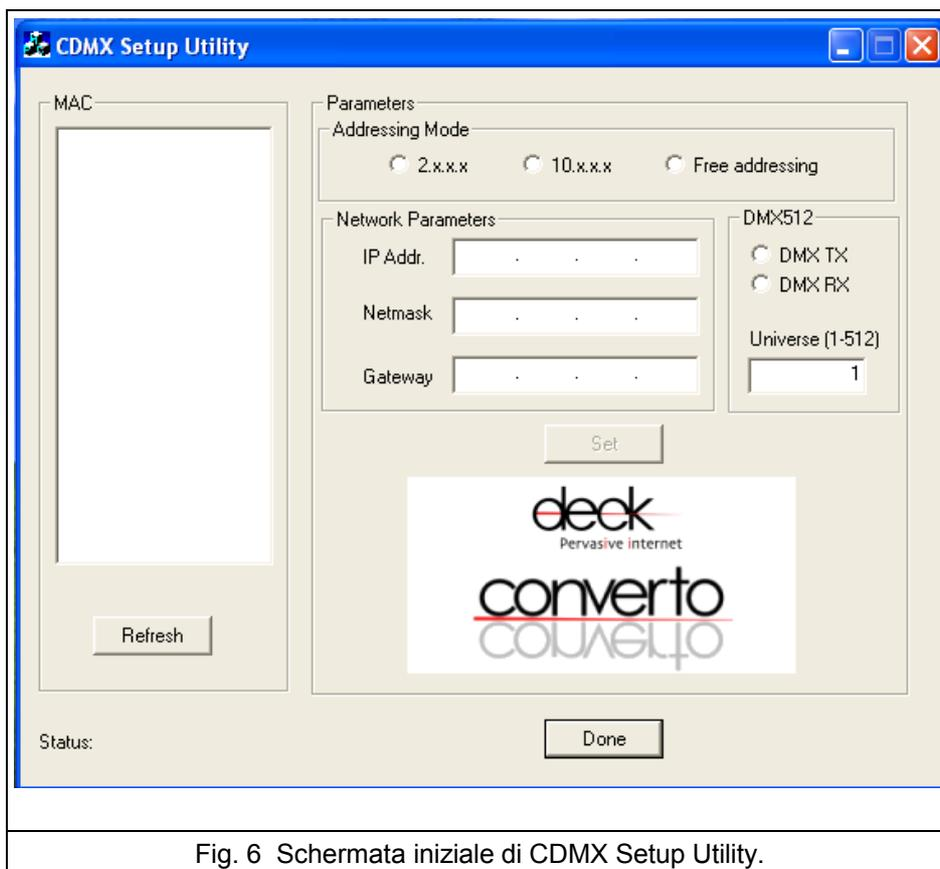

Fig. 6 Schermata iniziale di CDMX Setup Utility.
a) In fig. 6 è riportata la schermata iniziale visibile all'avvio dell'Utility.